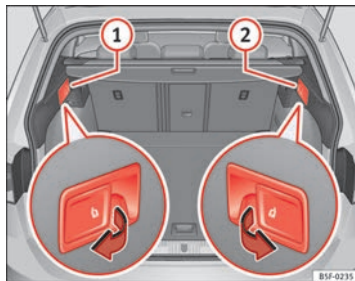

Fig. 92 En el maletero: palancas para desbloqueo a distancia de las partes izquierda 1 y derecha 2 del respaldo trasero
- Tire de la palanca de desbloqueo a distancia de la parte izquierda → fig. 92 ① o derecha ② del respaldo en el sentido de la flecha ▶